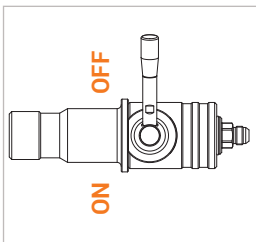

Abbildung 2
- ▶ Nehmen Sie die Füllkupplung aus der Zapfsäule heraus. Der Betätigungshebel (Pos. 3) muss in der OFF-Stellung stehen (*Abbildung 2*).